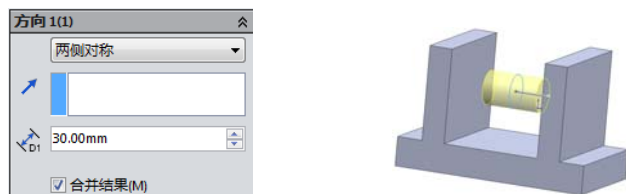

图 3-15 终止条件为“两侧对称”及其预览效果
(8) 两侧对称。从草图的基准面向两个方向对称拉伸特征。图 3-15 所示终止条件为“两侧对称”时的属性管理器及其预览效果。